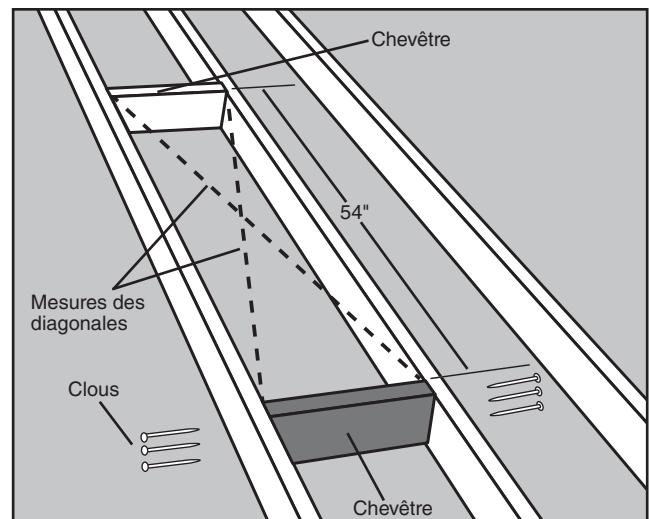

FIGURE 13 - Façon de vérifier la perpendicularité
Étape 5. Positionnez la deuxième rive à 137,2 cm de la première et répétez l'étape 4 (Voyez la Figure 13).
Étape 6. L'encadrement pour l'ouverture brute nécessite quatre côtés. Les chevêtres posés constituent deux de ces côtés. Si vos solives de plafond sont espacées de façon à constituer les deux autres côtés de l'ouverture brute, contrôlez que tout est d'équerre en mesurant les diagonales. Ces mesures doivent être égales à 3 mm près pour que la perpendicularité soit acceptable (Voyez la Figure 13). Si vos solives de plafond ne peuvent pas constituer les deux derniers côtés de l'ouverture brute, vous aurez à installer une ou deux morceaux de bois comme chevêtres additionnels pour encadrer un ou deux côtés restants de l'ouverture brute, allez donc sur "Installation de tirants" en page 16.